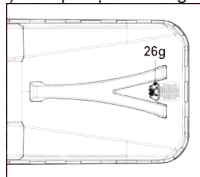

Fig. 14
1. Când trapa (26g) este deschisă, colectorul de iarbă (26) are volum suficient pentru a colecta iarba (Fig. 14).